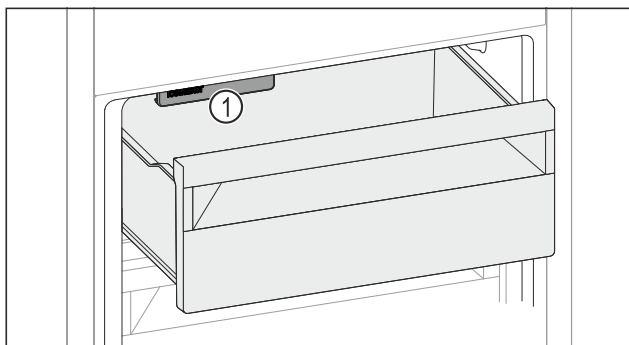

Fig. 182
- Учитывайте IceMaker Fig. 182 (1).